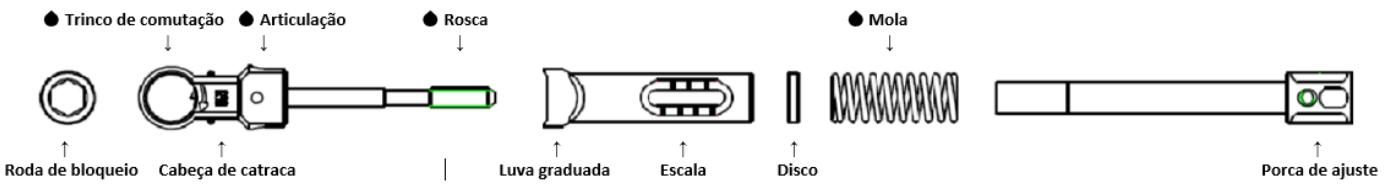

Figura 3
Imediatamente após a utilização (dentro de, no máximo, 2h) devem ser removidas as sujidades grosseiras do instrumento. A catraca de torque, antes da limpeza (independentemente do tipo de limpeza selecionado), deve ser desmontada em peças individuais. Isso é possível sem ferramentas. Para isso, apenas é completamente desparafusada uma porca de ajuste. (ver **Figura 3**)
- – Lubrificar as áreas marcadas (ver Figura 3) ligeiramente com óleo de tratamento de instrumentos.